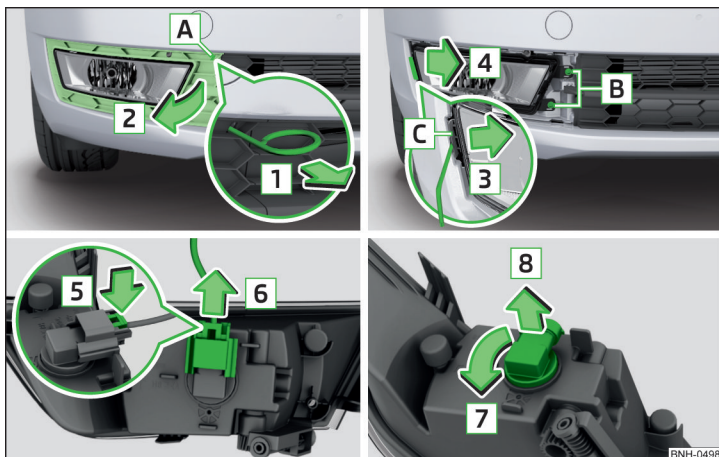

Fig. 177 Demontarea farului de ceață/Înlocuirea becului
» fig. 177 » pagina 158, *Trusa de scule*.
- Introduceți farul de ceață în sens contrar săgeții **4** » fig. 177 și înșurubați-l.